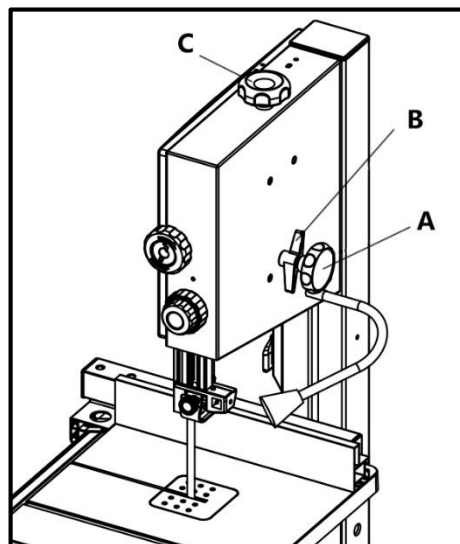

Рисунок 13.
- Ослабьте ручку блокировки B, вручную поворачивайте верхний маховик, осторожно, не касаясь лезвия (рис. 13).
- Полностью поднимите верхнюю направляющую пильного полотна. Принимая во внимание его ширину, поворачивайте ручку С, чтобы отрегулировать натяжение (рис. 13).
- Ослабляйте ручку натяжения С (рис. 13) пыльного полотна до тех пор, пока натяжение не ослабнет.